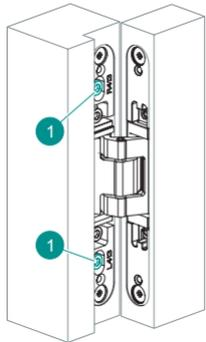

Bild 7 Höhenverstellung:
- Türblatt vorsichtig schließen, Schließverhalten und Funktionsluft überprüfen. Bänder entsprechend umlaufend gleichmäßiger Luft und idealem Anpressdruck nach Bild 7,8 und 9 einstellen.